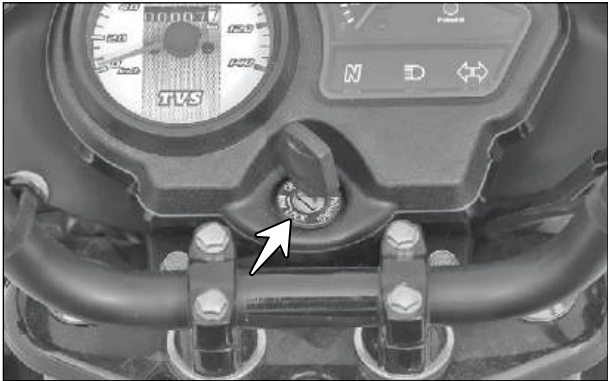

Fig. 5.11
- O interruptor de ignição (seta) é montado próximo ao conjunto do velocímetro (Fig. 5.11)